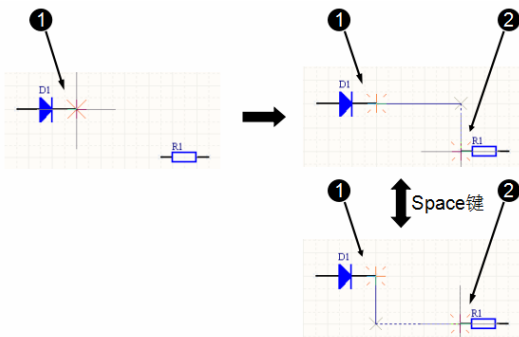

图 4-30 90°走线模式
【例 4-8】 使用 90°走线模式连接如图 4-30 所示的引脚。
(2) 移动光标到 D1 右边引脚, 变成红色米字标志后单击鼠标左键, 确定导线起点, 如图 4-30 所示, 然后移动光标到 R1 左边引脚, 可以看到系统自动生成了两段走线, 它们之间的夹角为 90°。
(3) 按下 Space 键, 走线方向发生改变, 原先是先水平再垂直走线, 现在变成了先垂直再水平走线, 如图 4-30 所示。
(4) 在 R1 左边引脚处, 当光标变成了红色米字标志后再次单击, 完成整条导线绘制。单击鼠标右键退出放置导线状态。